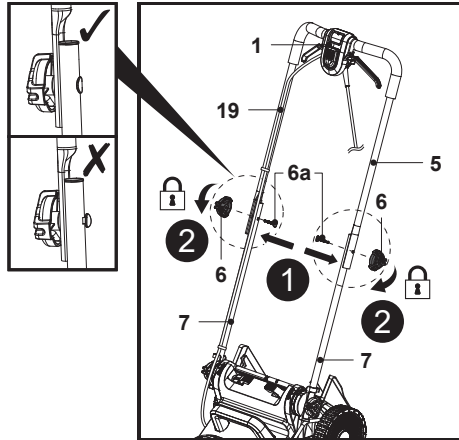

Fig. 3
1. Sujete la barra superior del manillar (5) con el botón del interruptor de seguridad (1) orientado hacia arriba.
2. Alinee los orificios de montaje de la barra superior del manillar (5) y las barras inferiores del manillar (7).
3. Pase el perno de montaje (6a) a través de los orificios de montaje en el extremo (Fig. 3, paso 1).
4. Asegure la barra superior del manillar (5) con la barra inferior del manillar (7); para ello, gire el mando de bloqueo (6) hacia la derecha en la rosca del perno de montaje (6a) para apretarlo (Fig. 3, paso 2).
5. Asegúrese de que el cable de control (19) pasa por la parte superior de la barra superior del manillar (5) y la barra inferior del manillar (7).